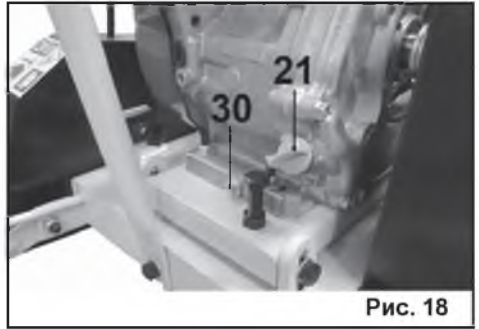

Рис. 18
9.3. Замена масла в двигателе (Рис.18).